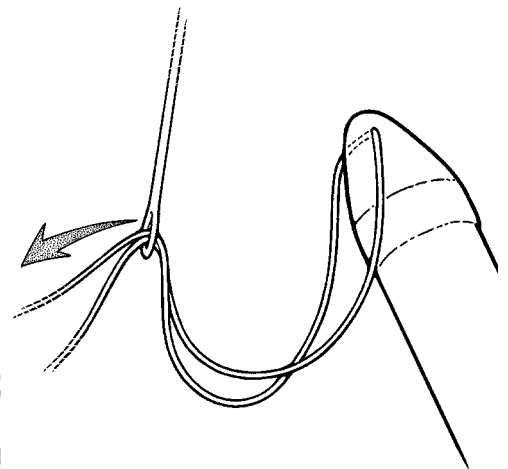

Figura 4-12. Introdução da sutura de tracção na agulha de Keith
3. Recuar o obturador para a posição “retraída” ou “trancada”. Passar ambas as extremidades da sutura de tracção dos cilindros (aproximadamente 10 cm) através do olhal de uma agulha de Keith em raio (**Figura 4-12**).